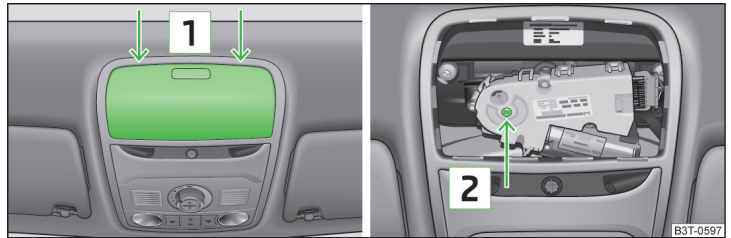

Fig. 196 Point d'application du tournevis / ouverture prévue pour l'application de la clé
- Insérer avec précaution un tournevis de 5 mm d'épaisseur dans la fente aux emplacements désignés par les flèches [1] » fig. 196.